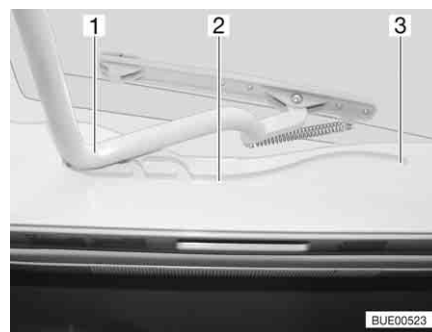

Fig. 85 Lanterneau Heki, glissière
- Tirer l'étrier (Fig. 85,1) dans les glissières (Fig. 85,2) jusque dans la position la plus reculée (Fig. 85,3).
- Pousser l'étrier (Fig. 85,1) légèrement vers le haut avec les deux mains.
- Tirer l'étrier dans les glissières (Fig. 85,2) jusqu'à la position souhaitée.